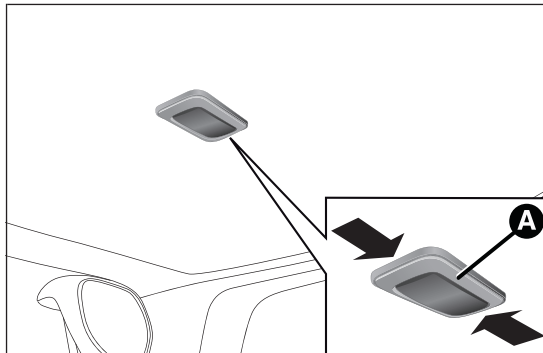

fig. 42
- intervenir sur le point indiqué par la flèche et enlever le plafonnier A fig. 42 ;
- remonter le plafonnier A fig. 42 en l'engageant dans sa position correcte d'abord d'un côté et ensuite en poussant sur l'autre côté jusqu'à entendre le déclic de blocage.